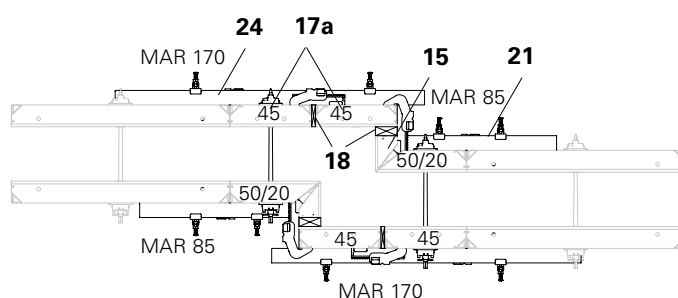

Fig. C5.02a
- Elemento d'angolo interno MXI...50/20 (15)
- Allineatore MAR 170 (24)
- Allineatore MAR 85 (21)
- Comp. in legno a cura cantiere (18)
- (Fig. C5.02a + C5.02b)